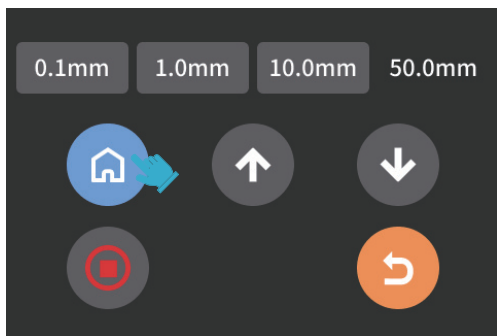
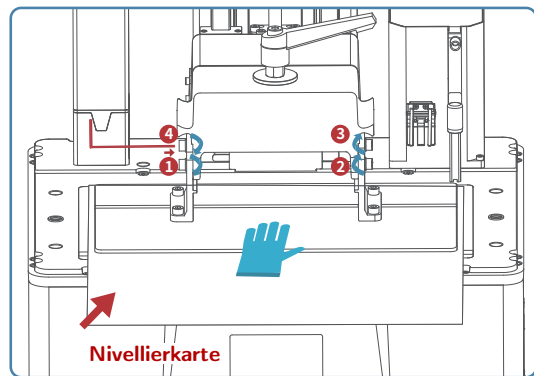

Abbildung 7
Abbildung 8
2. Legen Sie die Nivellierkarte zwischen Druckplatte und LCD-Display und tippen Sie auf **Move Z axis to zero** (die Home-Taste: Z-Achse auf null fahren; siehe Abb. 7). Sobald der Drucker stillsteht, drücken Sie die Druckplatte mit einer Hand von oben an und ziehen Sie mit der anderen die vier Befestigungsschrauben **1 3 4 2** fest (siehe Abb. 8).